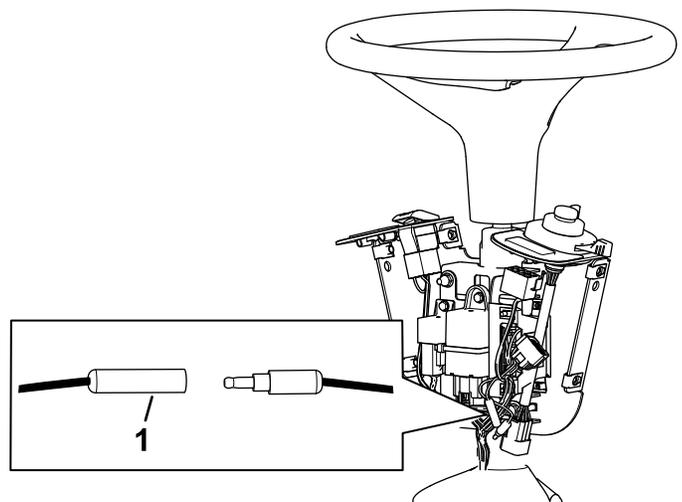

**Bild 9**
8. Lösen Sie die Schrauben um den Lenksäulenfuß (**Bild 9**).
9. Heben Sie den Lenksäulenfuß an und bohren Sie ein 22 mm großes Loch, wie in **Bild 9** dargestellt.